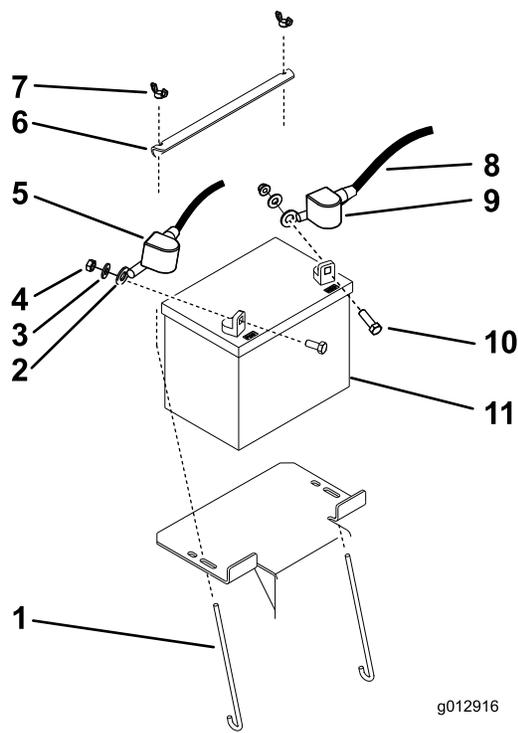

Figura 37
3. Levante la cubierta de goma negra del cable negativo. Desconecte el cable negativo del borne negativo (-) de la batería (Figura 37).
4. Retire la cubierta de goma roja del borne positivo (rojo) de la batería. Luego retire el cable positivo (rojo) de la batería (Figura 37).
5. Retire la pletina de sujeción de la batería (Figura 37), y retire ésta.
1. Coloque la batería en la máquina (Figura 37).
3. Conecte primero el cable positivo (rojo) al borne positivo (+) de la batería con una tuerca, una arandela y un perno (Figura 37). Deslice la cubierta de goma sobre el borne.
4. Luego conecte el cable negativo y el cable de tierra al borne negativo (-) de la batería con una tuerca, una arandela y un perno (Figura 37). Deslice la cubierta de goma sobre el borne.